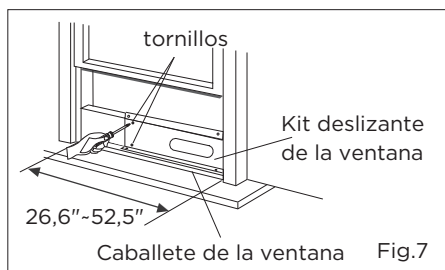
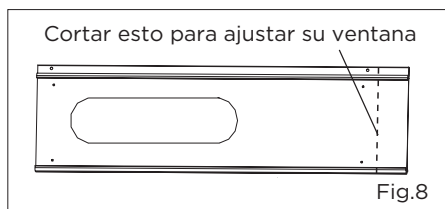

Fig.7
Fig.8
2. Abrir el marco de la ventana y colocar el kit deslizante de la ventana en el caballete de la ventana (Fig.7). Instalar el kit deslizante de la ventana en el caballete de la ventana. Ajustar la longitud del kit deslizante de la ventana según el ancho de la ventana. Atornillar los dos tornillos en el kit deslizante de la ventana. Ver (Fig.7). Cortar el kit deslizante ajustable de la ventana si el ancho de la ventana es menor que 26,6 pulgadas (Fig.8).
Atornillar los dos tornillos en el kit deslizante de la ventana. Ver (Fig.13). Cortar el kit deslizante ajustable de la ventana si la altura de la ventana es menor que 26,6 pulgadas (Fig.8).